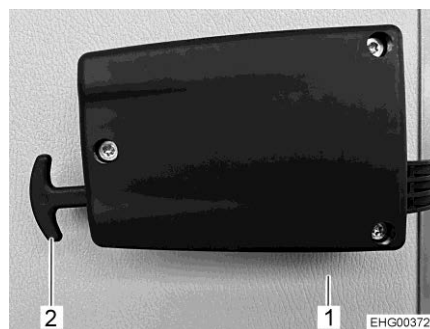

Fig. 61 Desbloqueo de emergencia de la trampilla del garaje
- Tirar ambos tiradores del desbloqueo de emergencia (Fig. 61,2).
- Empujar la trampilla del garaje (Fig. 61,1) hacia fuera.